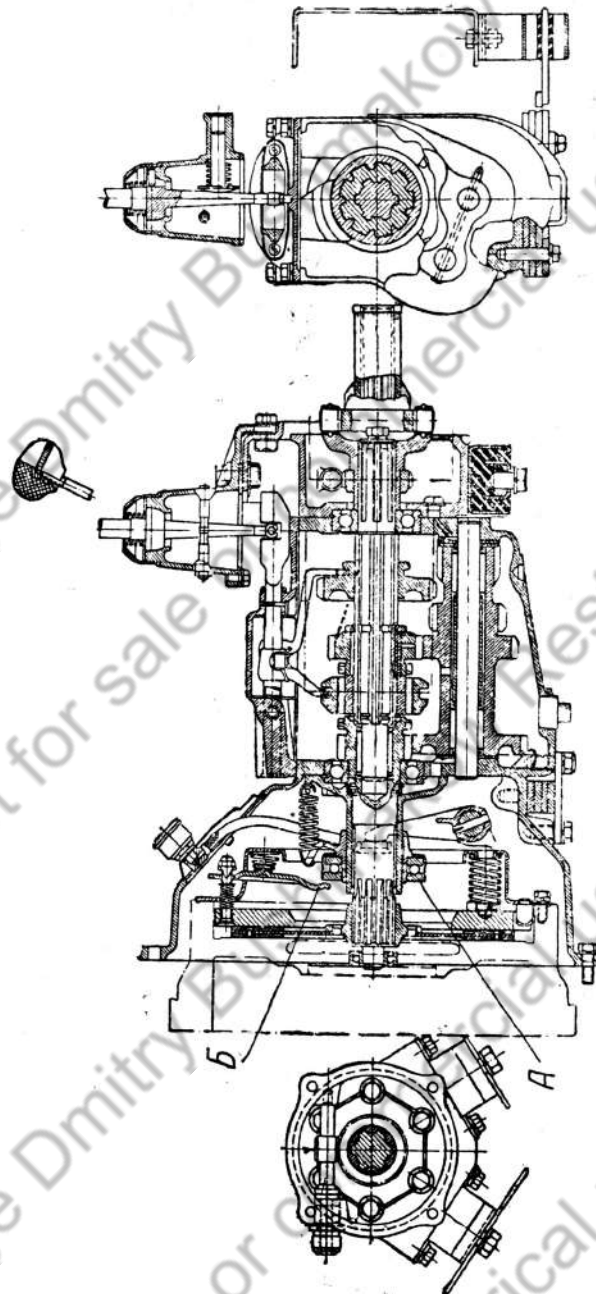

Рис. 56. Сцепление и коробка передач
**Механизм сцепления.** Сцепление на автомобиле М-1 однодисковое, сухое и по конструкции и размерам почти ничем не отличается от сцепления ГАЗ-А (рис. 56).
Педаль сцепления должна иметь 25 мм холостого хода, прежде чем начнется выключение сцепления. При отсутствии холостого хода подшипник А выключения сцепления (рис. 56) будет постоянно нажимать на рычажки Б, что может вызвать износ подшипника и уменьшить давление пружин, в результате чего сцепление начнет буксовать.
**Коробка передач** двухходовая, имеет три передачи вперед и одну назад (рис. 56). Передаточные отношения: